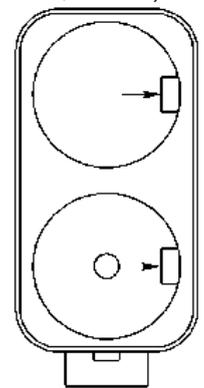

Рисунок 3. Батарейный отсек
3.4.2. Новые элементы питания (2 шт.) типоразмера D необходимо установить в отсек батарейный 14 (см. рис. 9), в соответствии с полярностью, указанной на внутренней стороне крышки отсека. Для открытия крышки батарейного отсека необходимо повернуть ручку крышки в положение «ON». Для выемки разряженных элементов питания необходимо отогнуть удерживающие прижимы (показано стрелками на рис. 3).